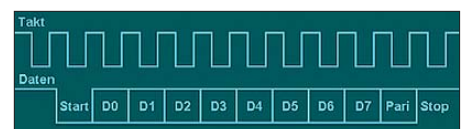

Bild 3: Oszilloskopdarstellung des Scancodes einer PS/2-Tastatur
PS/2-Tastatur sind zwei Kanäle erforderlich: die Takt- und die Datenleitung. Der gesendete Scancode sieht wie auf dem Oszilloskop in Bild 3 aus. Das Bittelegramm für den Datenkanal umfasst folgende Teile: Startbit (0), Make-Code (A, &1Ch), Paritätsbit und Stoppbit (1). Diese sind zusammen mit der verwendeten Übertragungsgeschwindigkeit in die entsprechenden Parameter gemäß Tabelle 1 umzusetzen.